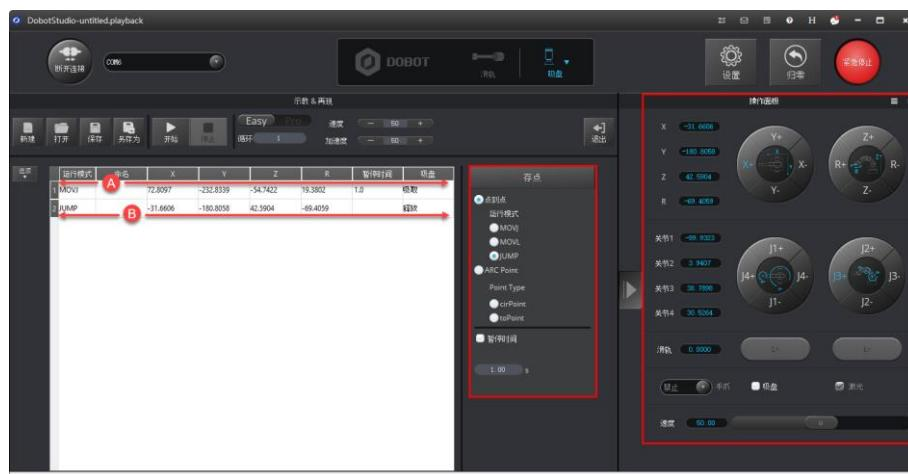

图 5.30 存结束点 B
- 单击“存点”，保存结束点B对应的机械臂坐标信息。如图 5.30所示。